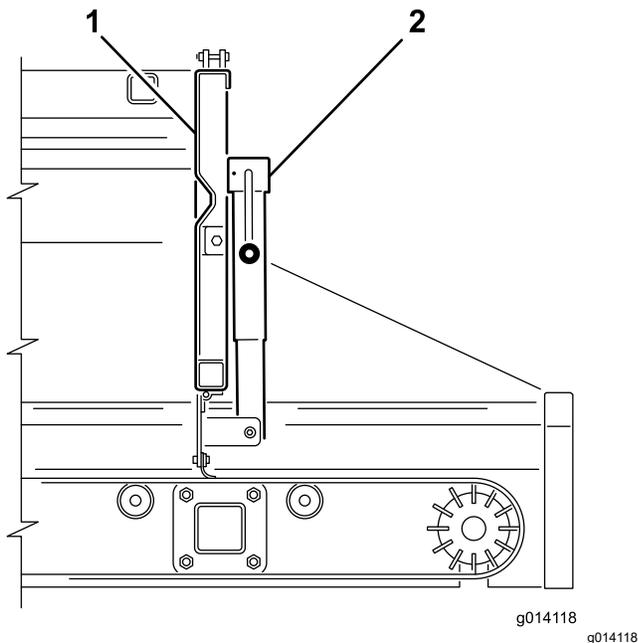
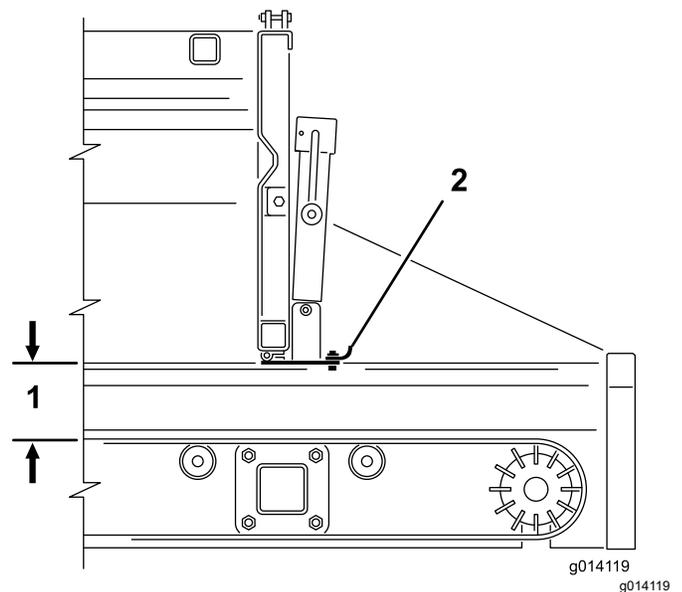

図 43
図 44
2. ジャッキハンドルを使って、後ゲートを適当な状態まで開く(図 43 と 図 44)。これにより、オプション機器を使う場合にはオプションへの供給量が制限される。